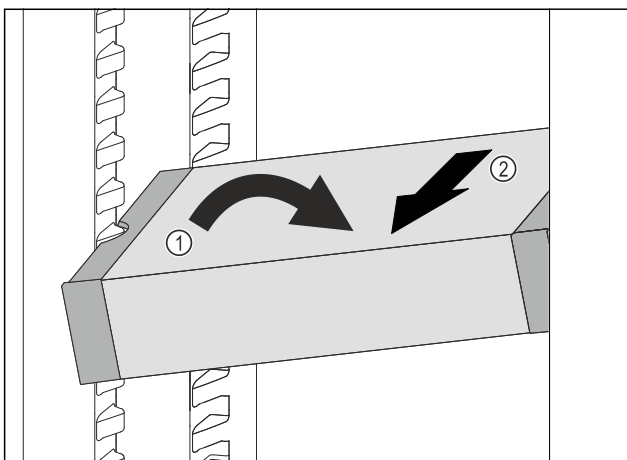

Fig. 71
- ▶ VarioSafe im Kühlteil schräg stellen. Fig. 71 (1)
- ▶ VarioSafe nach vorne entnehmen. Fig. 71 (2)